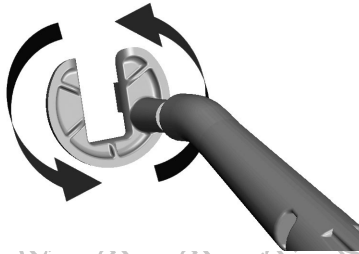

Рисунок 18. Направление вращения подковообразного конца
4. Поверните подковообразный конец инструмента для размещения/удаления, направив его так, как необходимо (Рисунок 18).